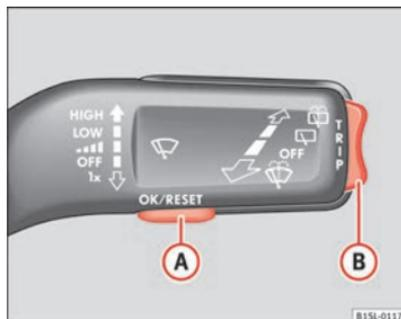

Fig. 11 Leva dell'impianto tergicristalli tasto (A) per confermare i punti dell'indicazione e tasto doppio (B) per cambiare i punti dell'indicazione.
- Se necessario, cambiare l'ora premendo la parte superiore o inferiore del tasto doppio ⇒ **fig. 11 B**.
- Se viene visualizzato un messaggio o il pittogramma del veicolo, premere il tasto (OK/RESET) (⇒ fig. 11 (A)).
- Premere la parte superiore o inferiore del tasto doppio (B) fino a quando non appare il punto dell'indicazione.